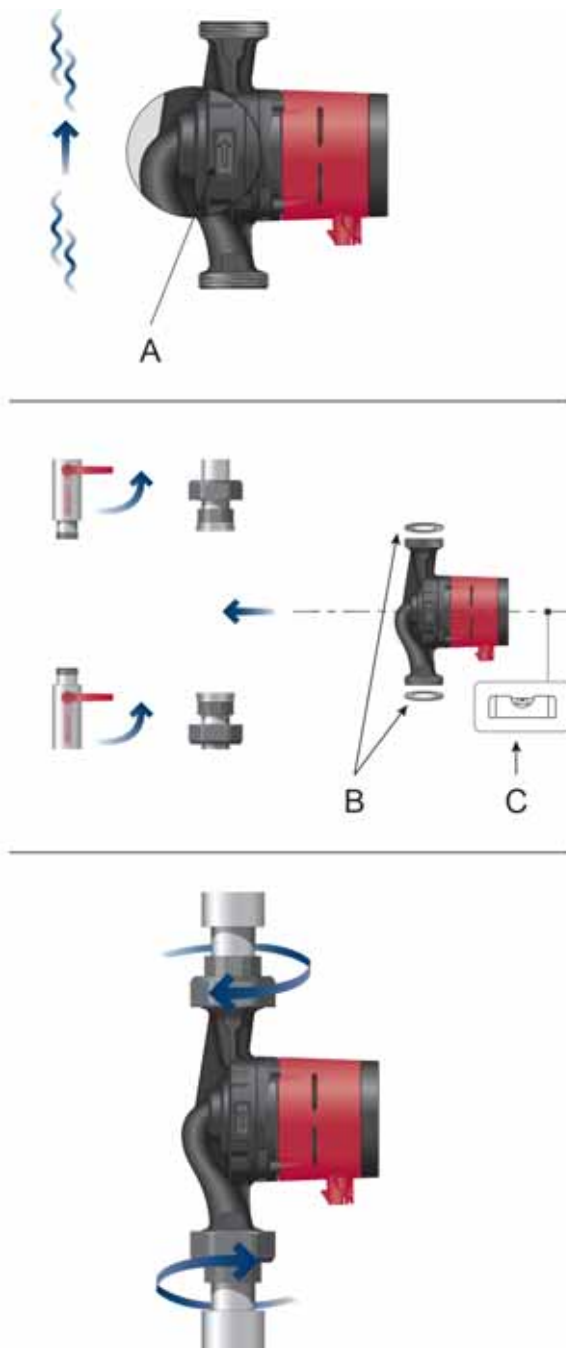

Fig. 1 Montagem do ALPHA2 ou ALPHA3
As setas localizadas no corpo do circulador indicam o sentido do caudal através do circulador. Consulte a fig. 1, pos. A.
1. Instale as duas juntas quando montar o circulador na tubagem. Consulte a fig. 1, pos. B.
2. Instale o circulador com o veio do motor na horizontal. Consulte a fig. 1, pos. C. Consulte também a secção 3.2 Posições da caixa de terminais, ALPHA2, ALPHA3.